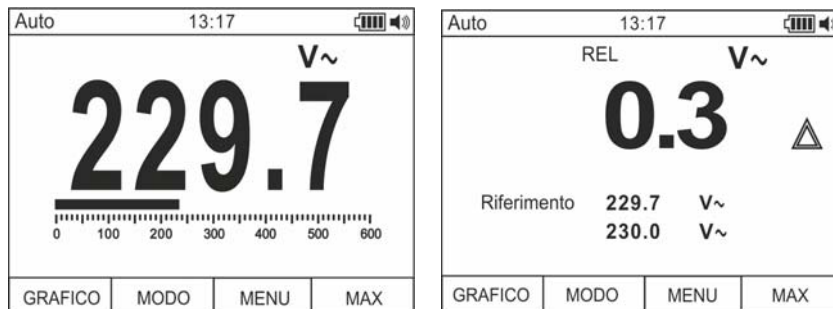

Fig. 5: Medida relativa
1. Mantenga pulsada la tecla **HOLD/REL** para entrar en la medida relativa (vea Fig. 5 – parte derecha). El mensaje “REL” y el símbolo “ $\Delta$ ” aparecen en pantalla